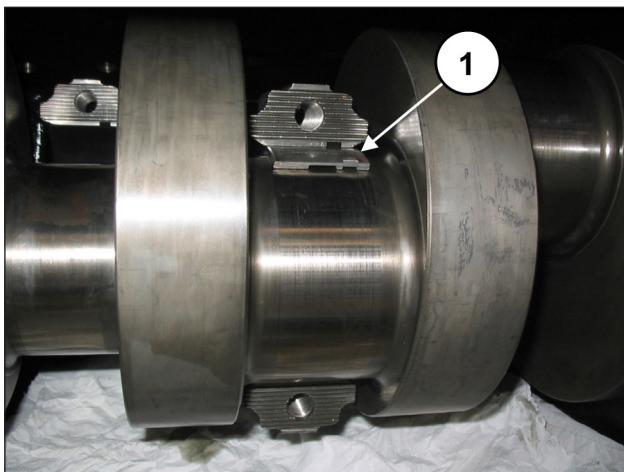

Fig. 56
Inserire i semicuscini superiori tra le bielle e l'albero (pos. ①, Fig. 56).